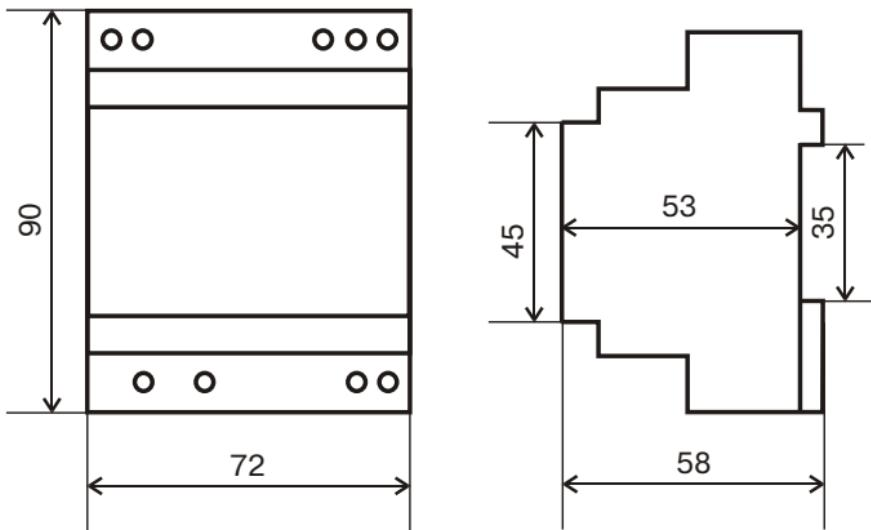

Рис.1 Габаритные и установочные размеры
- 2.7. Габаритные и установочные размеры регулятора приведены на Рис.1.